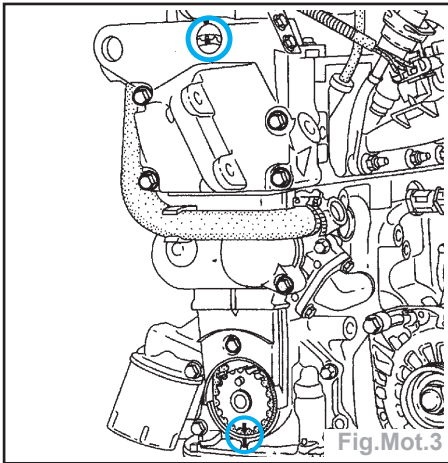

Fig.Mot.3
- Piger le moteur au Point Mort Haut (Fig. Mot.2) à l'aide du **Mot. 1054** en alignant les repères de pignon de vilebrequin et d'arbre à cames sur les repères fixes (Fig.Mot.3).